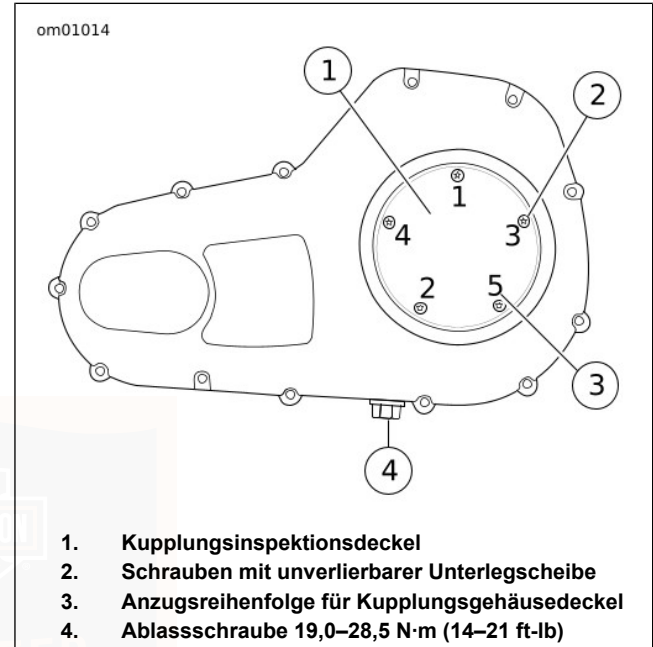
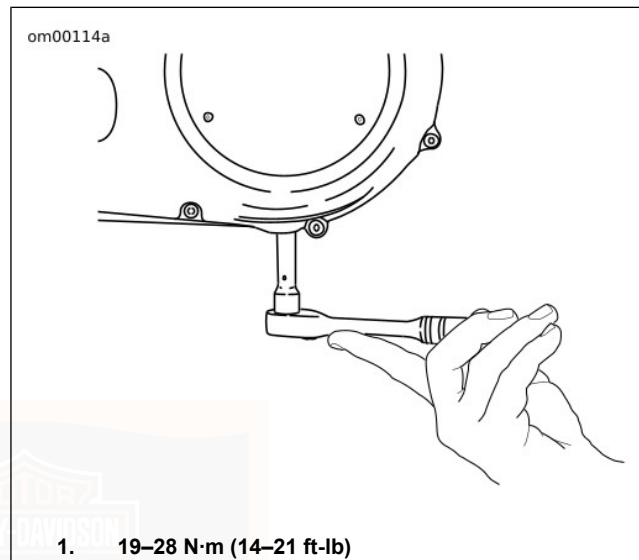

Abbildung 52. Primärkettengehäusedeckel
Abbildung 54. Ausbau/Einbau der Kettengehäuse-Ablassschraube
3. Siehe Abbildung 52. Die fünf Schrauben (2) (mit unverlierbaren Unterlegscheiben) entfernen, um den Kupplungsinspektionsdeckel (1) vom Primärkettengehäuse zu lösen.
2. Siehe Abbildung 52 und Abbildung 54. Die magnetische Ablassschraube unten am Primärkettengehäusedeckel entfernen. Das Schmiermittel in einen geeigneten Behälter ablaufen lassen.
- e. Die Schrauben auf ein Drehmoment von 9,5–12,2 N·m (84–108 **in-lbs**) anziehen. Die in Abbildung 52 dargestellte Anzugsreihenfolge einhalten.